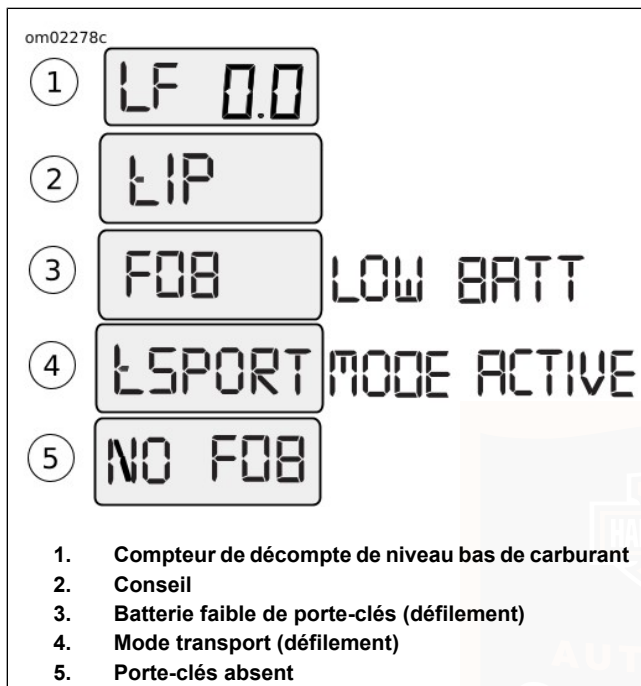

Figure 22. Messages de la fenêtre du compteur kilométrique
: Voir Figure 22 Lorsque le témoin de niveau bas de carburant s'allume dans la face de l'indicateur de vitesse, un message
Renversement (tiP) : Voir Figure 22 Si la moto est renversée, le mot « tiP » (2) s'affiche dans la fenêtre du compteur kilométrique. Le moteur ne démarre pas tant que l'allumage n'a pas été réinitialisé.
Batterie faible du porte-clés (FOB LOW BATT) : Voir Figure 22 . Si la batterie du porte-clés de sécurité est faible, le message « FOB LOW BATT » (Batterie faible de porte-clés) (3) défilera dans la fenêtre du compteur kilométrique. Changer la batterie du porte-clés. Voir SYSTÈME DE SÉCURITÉ > SYSTÈME DE SÉCURITÉ DU PORTE-CLÉS (Page 53) .
Mode transport activé (tSPORT MODE ACTIVE) : Voir Figure 22 Le système de sécurité est en mode transport lorsque le message « tSPORT MODE ACTIVE » (Mode
Absence de porte-clés (NO FOB) : Voir Figure 22 Lorsque le système ne peut communiquer avec le porte-clés, ce message (5) est affiché. Voir SYSTÈME DE SÉCURITÉ > DÉPANNAGE (Page 65) .